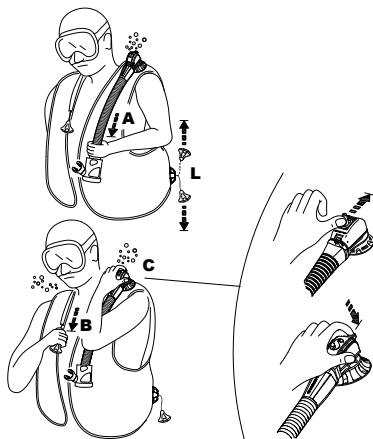

图 7
a) 轻拉软管接头（图7-A）
b) 按突出阀壳的按钮（图7-C）（已获专利）：这系统也可遇上困难的潜水员排气（惊慌、初学潜水的、失去知觉等等）。
- (1) 手动安全阀有一个安全手动栓在上面 (图7-C) , 推到上面, 释放气体, 以防手动释放系统发生故障 (肖栓等零部件坏了) 。或使用Air2呼吸时
- (2) 所有放气的方法, 打开阀门不要超过需要的时间, 这样做就是防止更多的水进入背心。
- (3) 当激活手动安全阀时, 不要按压对口阀门按钮, 水可以通过对口阀喷嘴进入背心。
肩膊阀(图 7-B)
这个系统可以用于潜水遇到问题时清除空气, 右肩上的阀门, 如果要激活, 轻轻地拉动按钮 (把手) , 通过阀门本身的拉绳 (图7-B) 来连接。为了操作任一款安全阀, 升起阀门到一个高于背心气泡的位置, 激活安全阀, 直到达到期望的浮力, 停止拉/推, 关闭阀门 (图7-B) 。
低排气阀(图7-L)
肩膊阀 (图7-B) 及低排气阀 (图7-L) 是排气量最大的排气设备。